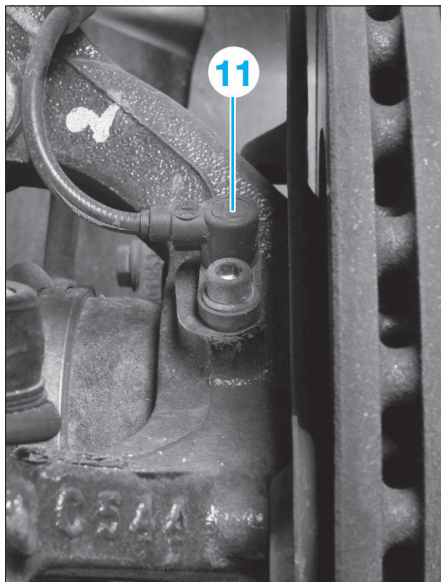

FIG. 7
- Déposer la vis de fixation du capteur de vitesse de roue avant (11) puis le dégager du moyeu (Fig.7).